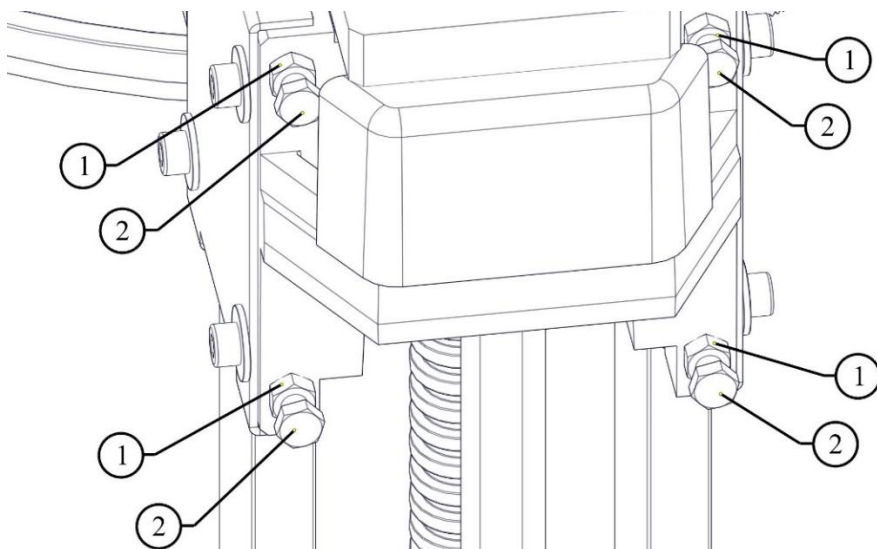
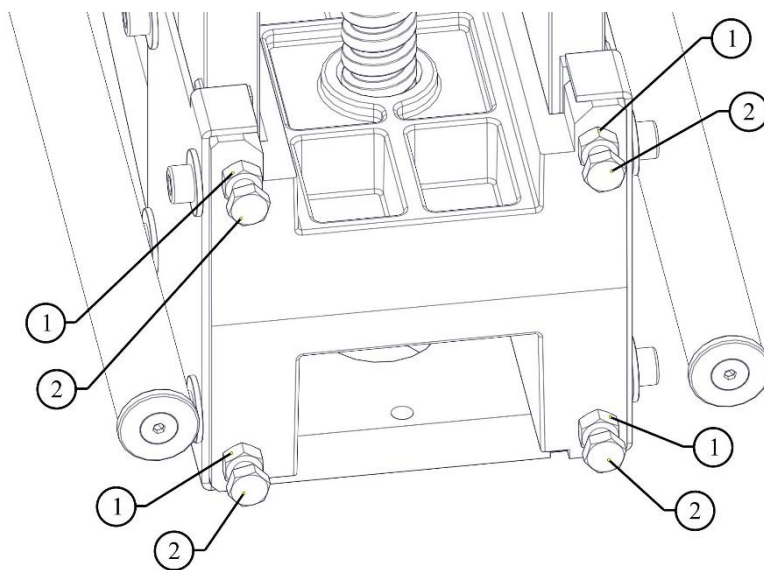

Figura 20: Regulación del brazo superior
Figura 21: Regulación del brazo inferior
- Aflojar las tuercas (indicadas con el n. 1 en la Figura 20 y en la Figura 21) utilizando la llave correspondiente prevista en la entrega;
- Apretar los tornillos (que se indican con el n. 2 en la Figura 20 y en la Figura 21) **MANUALMENTE** hasta anular el juego vertical entre el brazo y la guía;